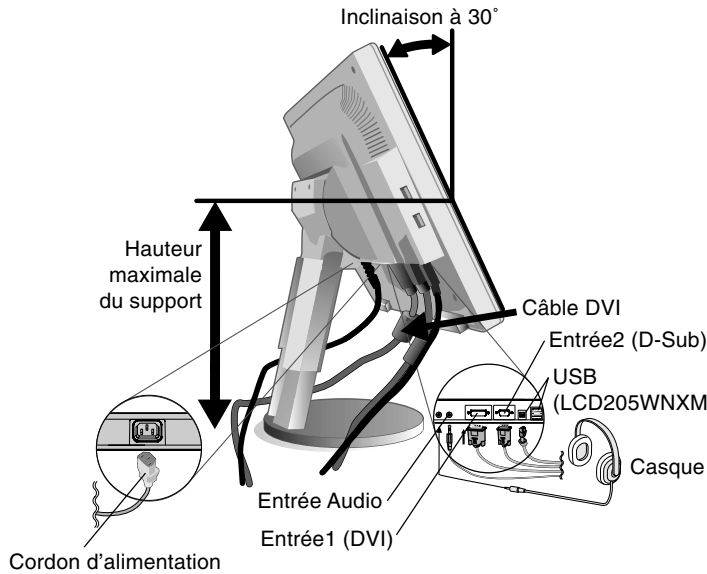

Figure B.1
- Placez les mains de chaque côté du moniteur pour incliner l'écran LCD de 30 degrés et levez cette dernière jusqu'à la position la plus haute (**Figure B.1**).
- Reliez tous les câbles au connecteur approprié à l'arrière du moniteur (**Figure B.1**). Pour utiliser un câble USB, connectez la prise de type B au port montant USB au bas du moniteur et la prise de type A au port descendant de l'ordinateur (**Figure C.1**). Si vous utilisez le cordon de l'appareil USB, utilisez l'un des ports descendants sur le côté ou au bas du moniteur. Branchez les écouteurs (non fournis) au connecteur approprié à l'arrière du moniteur si nécessaire (**Figure B.1**).